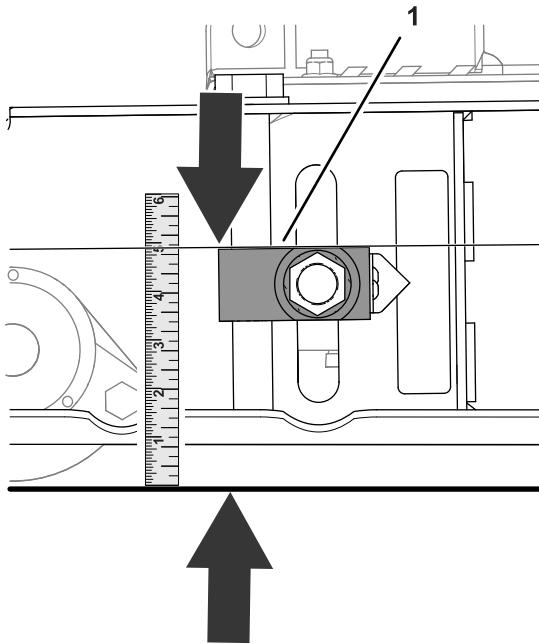

Figura 81
- Misurate la distanza tra la parte superiore del blocco regolatore e il terreno (**Figura 81**).